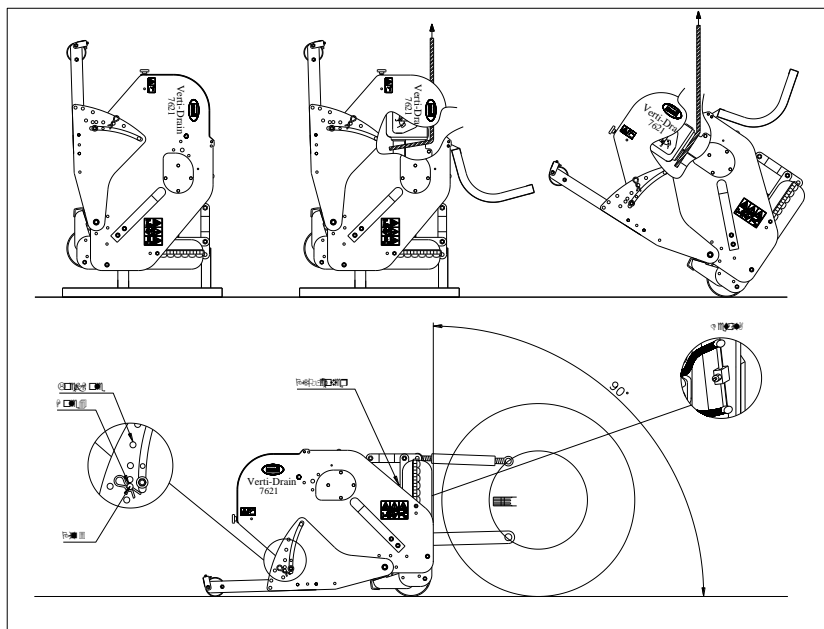

Bild 8
Maskinen står lodrätt på lastpallen. För att ta bort lastpallen och få maskinen vågrätt på marken ska man göra så här (se bild 8):
- @ Vid 90 grader går piggarna endast vertikalt ner i marken om maskinen är korrekt installerad, se bild 8. Om inställningen inte är korrekt, kan det uppstå en kraft F, se bild 12, som orsakar maskinskadorna.
- @ Om Verti-Drain® inte har monterats ordentligt bakom traktorn, se bild 8, kan olika vinklar på kraftöverföringsaxeln orsaka vibrationer i drivningen på maskinen. Dessa vibrationer kan skada maskinen och hålen i marken.